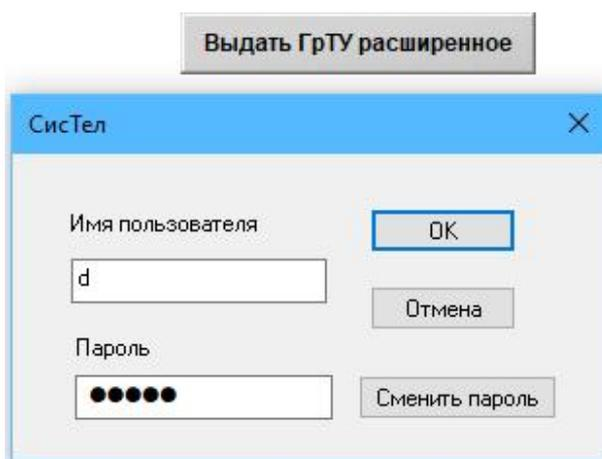

Рисунок 133 – Окно авторизации пользователя
- нажать кнопку «Выдать ГрТУ расширенное». В появившемся окне «СисТел» (рисунок 133) ввести пароль для допуска к управлению сигналами. Нажать кнопку «ОК»;